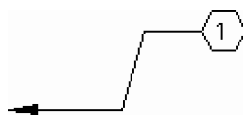

Fig. 6.82 Obiectul *multileader*
9. La promptul *Enter tag number*: se introduce textul care va fi plasat ca atribut al blocului ales în cadrul stilului. Se tastează, de exemplu, **1**. În acest moment, obiectul *multileader* trebuie să arate ca în Fig. 6.82.